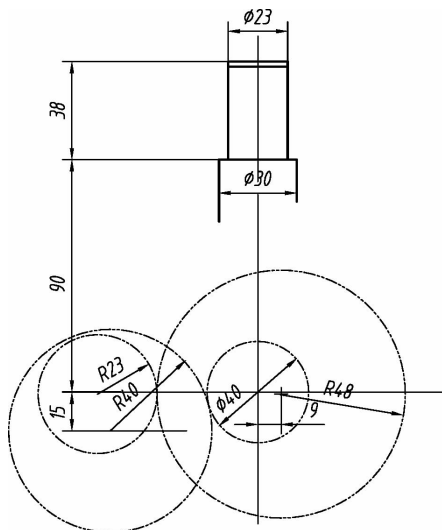

图 3-12 已知圆弧、中间圆弧图
- (4) 在相应位置作出各个所需圆完成已知圆弧和中间圆弧,如图 3-12 所示。